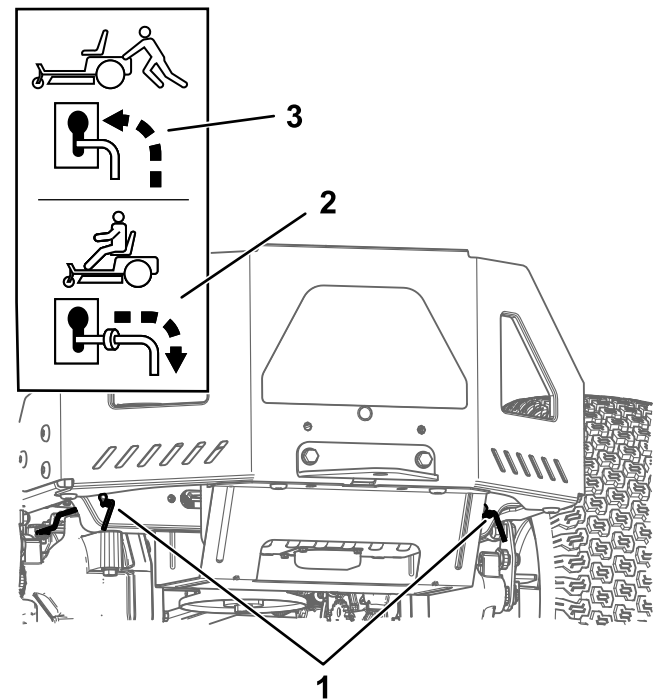

Figura 28
4. Mueva las palancas de desvío hacia delante a través del orificio ranurado y hacia abajo para bloquearlas en esa posición (Figura 28).
Mueva las palancas de desvío hacia atrás a través del orificio y hacia abajo para bloquearlas en esa posición, según se muestra en Figura 28.